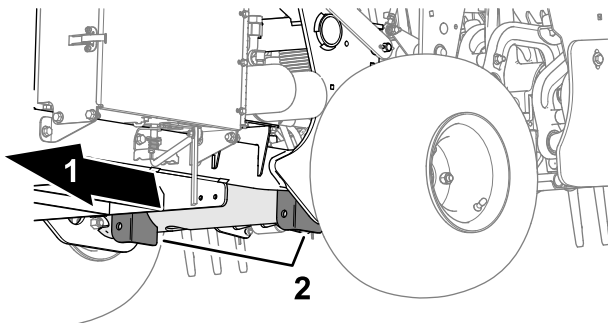

Bild 139
3. Stellen Sie den Ständer sicher unter die Rahmenplatte, sodass er sich gerade innen im Hinterrad befindet (Bild 139).